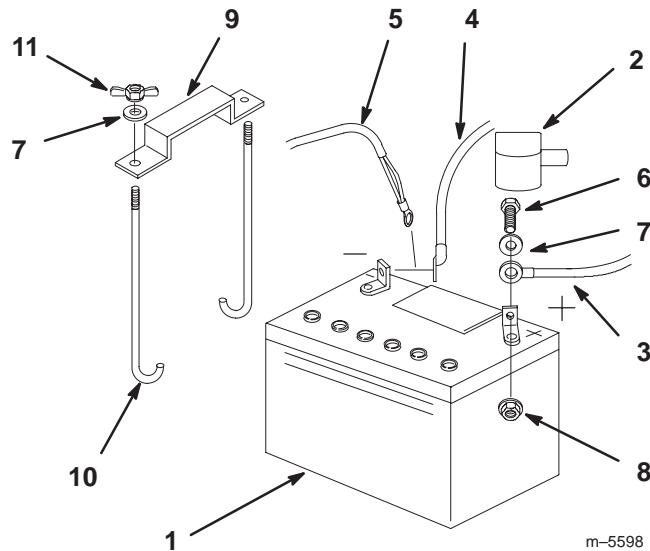

Figure 56
1. Placez la batterie dans son support en tournant les bornes vers le moteur (Fig. 56).
4. Fixez les câbles à l'aide de 2 boulons (1/4 x 3/4 pouce), 2 rondelles (1/4 pouce) et 2 contre-écrous (1/4 pouce) (Fig. 56).
6. Fixez la batterie en position avec des boulons en J, une barrette de maintien et 2 rondelles (1/4 pouce), ainsi que 2 écrous papillons (1/4 pouce) (Fig. 56).
4. Débranchez d'abord le câble négatif et le câble de masse de la borne négative (-) de la batterie (Fig. 56).
5. Ôtez le capuchon rouge de la borne positive (rouge) de la batterie. Retirez ensuite le câble positif (rouge) de la batterie (Fig. 56).
6. Retirez les deux écrous papillons (1/4") qui fixent la barrette de maintien de la batterie (Fig. 56).